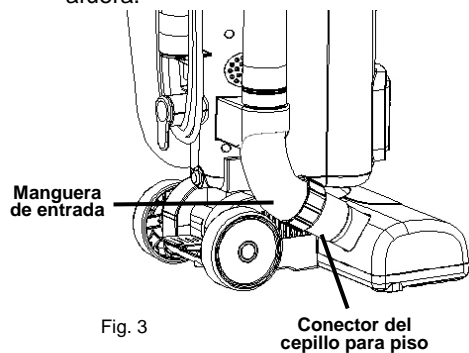

Fig. 3
3. Inserte la manguera en el conector del cepillo para piso. (Fig. 3)